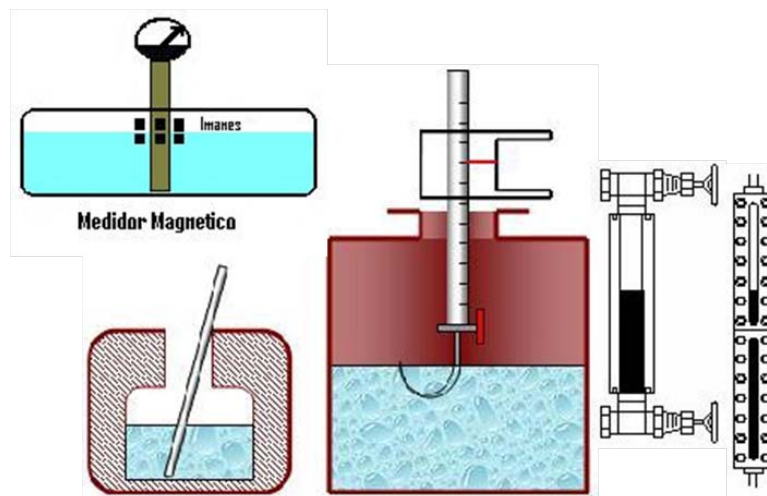

Figura 9. Medidores de Nivel en Líquidos. [4]
- **Medidores de nivel de líquidos.** Trabajan midiendo, directamente la altura del líquido sobre una línea de referencia, la presión hidrostática, el desplazamiento generado por un flotador o aprovechando las características eléctricas del líquido. (Ver figura 9)